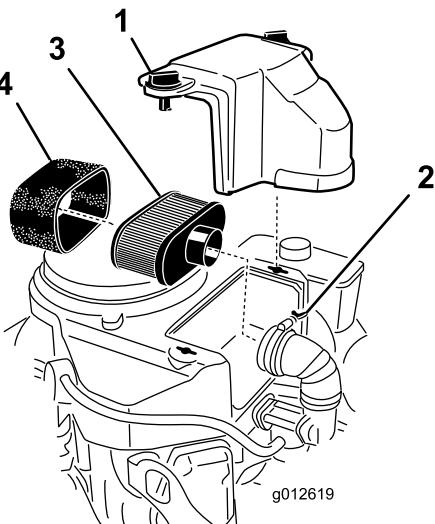

Figure 40
3. Nettoyez la surface autour du filtre à air pour éviter que des impuretés n'endommagent le moteur en tombant à l'intérieur (Figure 40).
4. Dévissez les boutons du couvercle et déposez le couvercle du filtre à air (Figure 40).
5. Dévissez le collier et déposez le filtre à air (Figure 40).
6. Sortez délicatement l'élément en mousse de l'élément en papier (Figure 40).
Remarque: S'il est très encrassé, remplacez-le par un neuf (Figure 40).
1. Glissez délicatement l'élément en mousse sur l'élément en papier (Figure 40).
2. Posez le filtre à air complet sur sa base ou sur le flexible et fixez-le en position (Figure 40).
3. Mettez le couvercle du filtre en place et serrez le bouton (Figure 40).